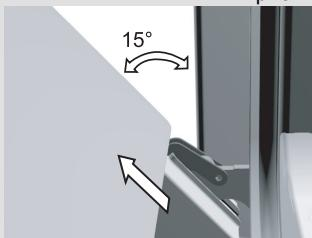

рис. 3
- Медленно закрывайте дверцу, пока фиксаторы не упрются в прорези на дверце. Приблизительно при 15° (относительно закрытой дверцы) дверцу немного приподнимите и извлеките из гнезд шарниров на корпусе прибора (рис. 3).